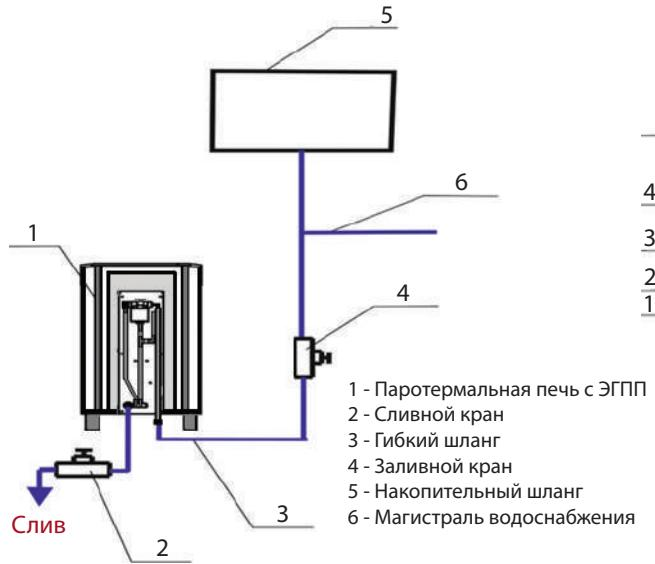

Рис. 4 Схема подключения ЭГПП при эксплуатации в автоматическом режиме заполнения водой
2.2.4 При организации заполнения Устройства водой подключить его с помощью гибкого шланга к водопроводной сети или накопительному баку, расположенному в смежном помещении. (См. рис. 4). В любом случае перед Устройством следует установить запорный кран (поз. 4, рис. 4). Установить кран слива воды (поз. 2, рис. 4), либо заглушить сливной штуцер резьбовой пробкой. Для предотвращения образования известковых отложений, значение жесткости воды должно находиться в диапазоне от 0,5° до 5°F. Рекомендуется использование специальной установки-деминерализатора (с обратным осмосом).
- 2.3.2.1 Закрыть сливной кран (поз. 2, рис. 4) и открыть заливной кран (поз. 4, рис. 4).
2.3.2.6 После окончания работы рекомендуется слить воду из системы. Для этого закрыть заливной кран (поз. 4, рис. 4) и открыть сливной кран (поз. 2, рис. 4). Дождаться полного слива воды из системы, выключить Устройство на пульте управления. Оставить краны в таком положении до следующего включения Устройства.